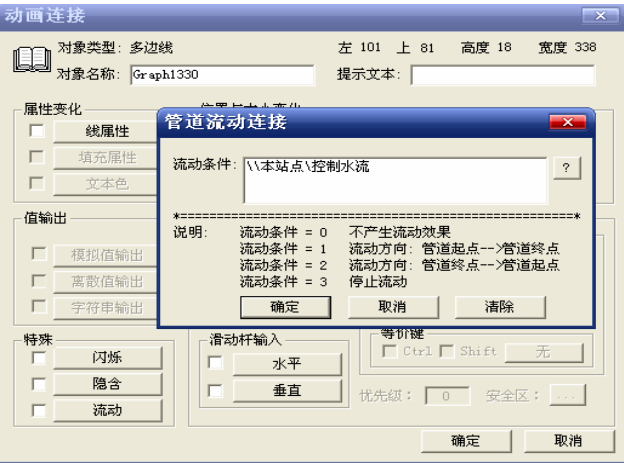

图 3-10
3、在画面上双击管道弹出动画连接对话框，在对话框中单击“流动”选项，弹出管道流动连接设置对话框，如图 3-10 所示：